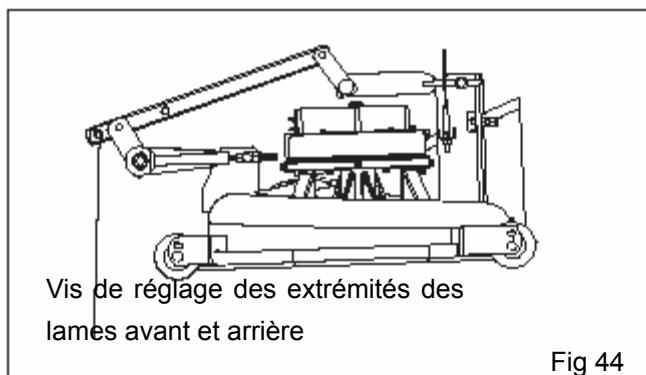

Fig 44
6. Ajustez la hauteur en vissant et dévissant les deux boulons de chaque côté. (Fig 44).